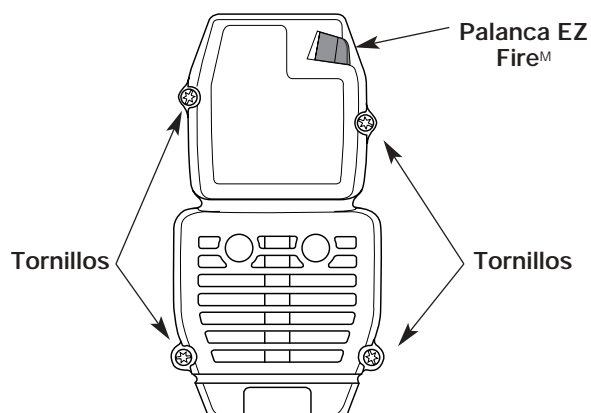

Fig. 13
1. Saque los cuatro (4) tornillos que sostienen la cubierta del silenciador / filtro de aire (Fig. 13). Use un destornillador de broca Torx N° T20.